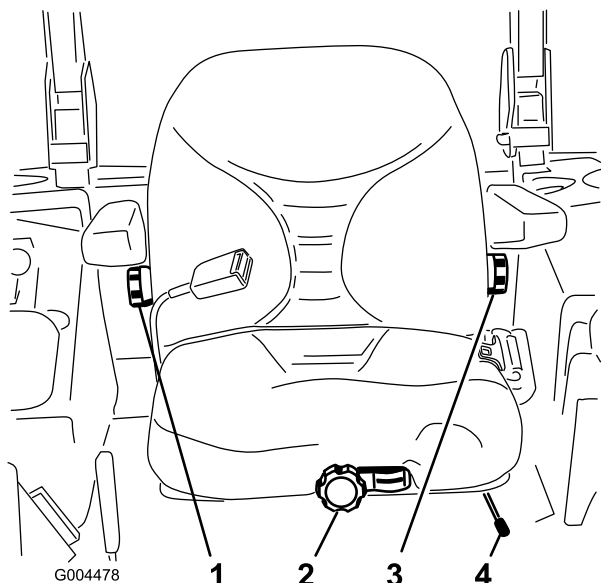

図 31
1. 調整は、レバーを横に動かしてシートのロックを解除して行う(図 31)。
運転席に座らずに、座席前部にあるノブを、オペレータの体重に合わせてセットします(図 31)。
調整は、右側アームレストの下にあるノブを回して行います(図 31)。
調整は、左側アームレストの下にあるノブを回して行います(図 31)。